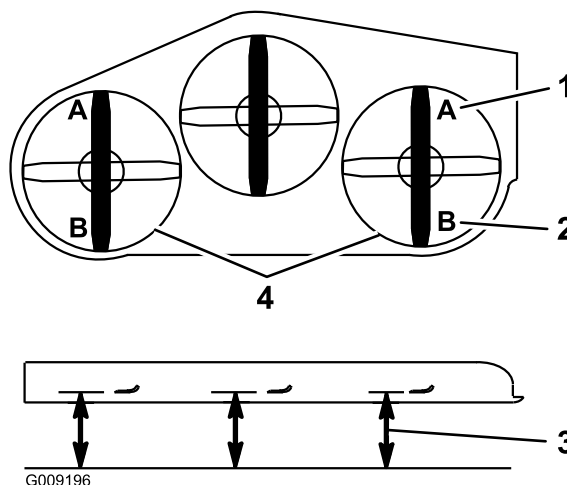

Figura 98
9. Em ambos os lados da plataforma, meça do nível da superfície até à ponta dianteira da lâmina (Posição A) como se mostra na Figura 98.
16. Em ambos os lados da plataforma, meça do nível da superfície até à ponta traseira da lâmina (Posição B) como se mostra na Figura 98.